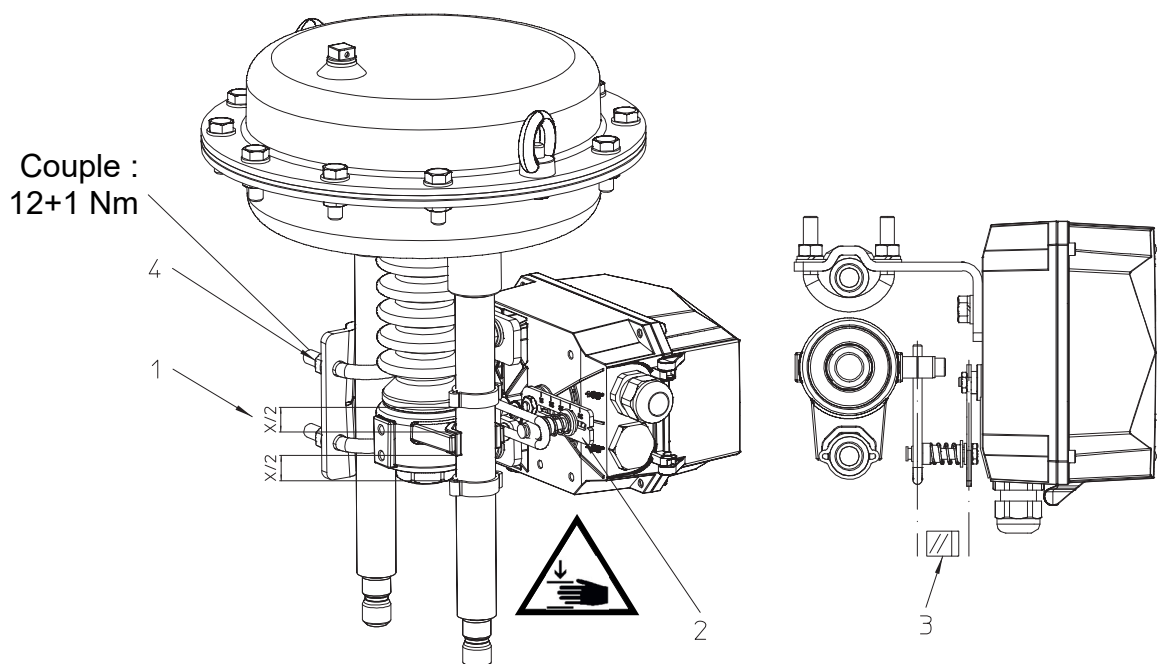

Figure 19 : Orientation positionneur
- Vérifier que le positionneur est positionné parallèlement aux deux colonnettes de l'actionneur. Voir « Figure 19 : Orientation positionneur ».